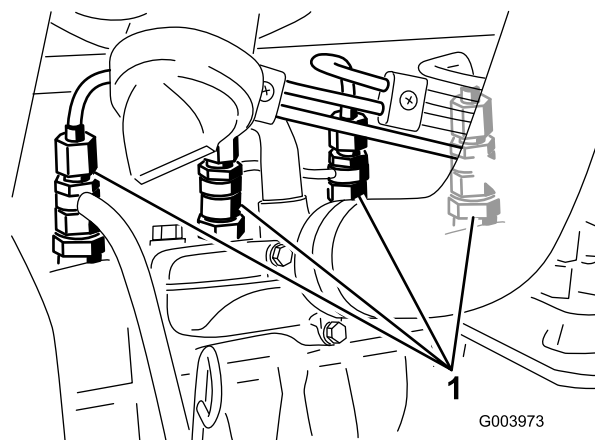

Figura 56
1. Liberte a tubagem que se encontra ligada ao injector nº 1 e à estrutura de suporte da bomba de injeção (Figura 56).